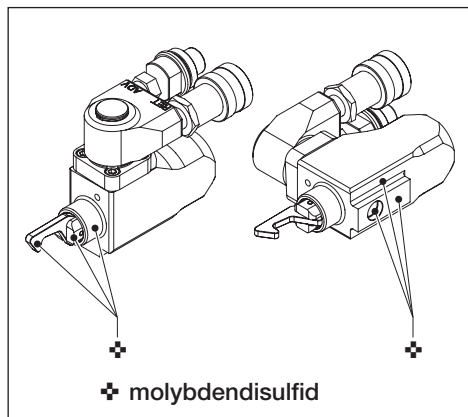

Fig. 15
5.2 Förebyggande underhåll – Hydraulisk svivel och drivenhet (Fig. 15 och 16)